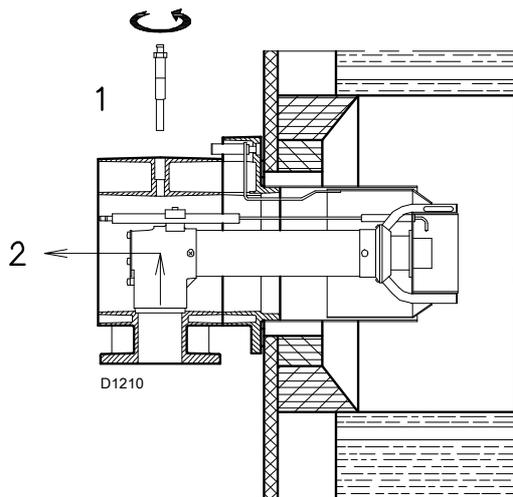

图 13
为了对燃烧头内部（图 13）进行操作，请按如下步骤操作：
- 拆下螺丝 1) (图 13)；
- 取出燃烧头内的部件 2) (图 13)，在对他们进行校准。